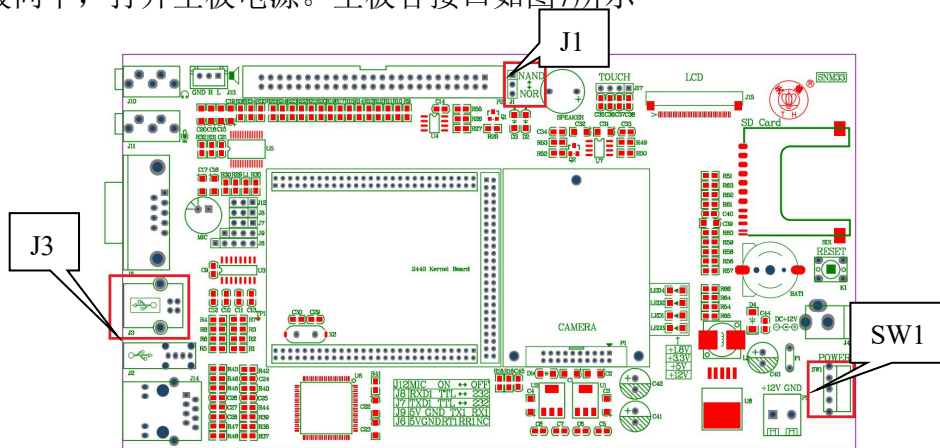

图 7 ARM 主板
① ARM主板的【SW1】拨向上，关闭ARM主板电源。将主板的【J1】处短路帽短接到【NOR】一侧，用USB线的方口端接到主板的【J3】口，USB线另一端连接到PC机上，【SW1】拨向下，打开主板电源。主板各接口如图7所示